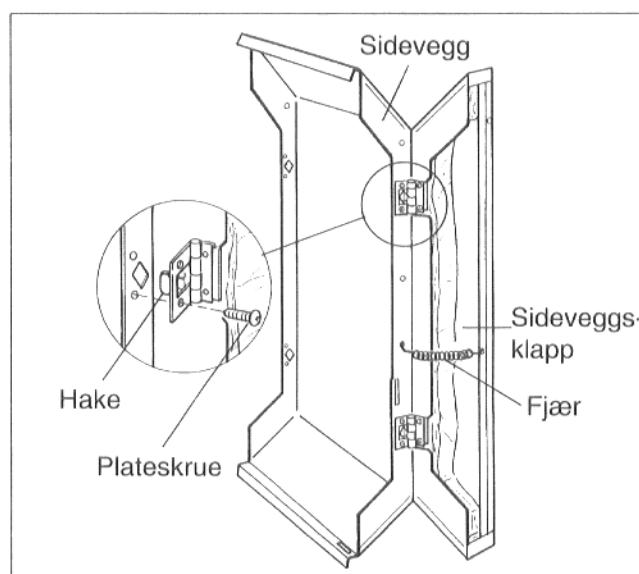

Fig. 36
- Trekk-fjær henges inn på sidevegg og i sideveggklapp (Fig. 36).